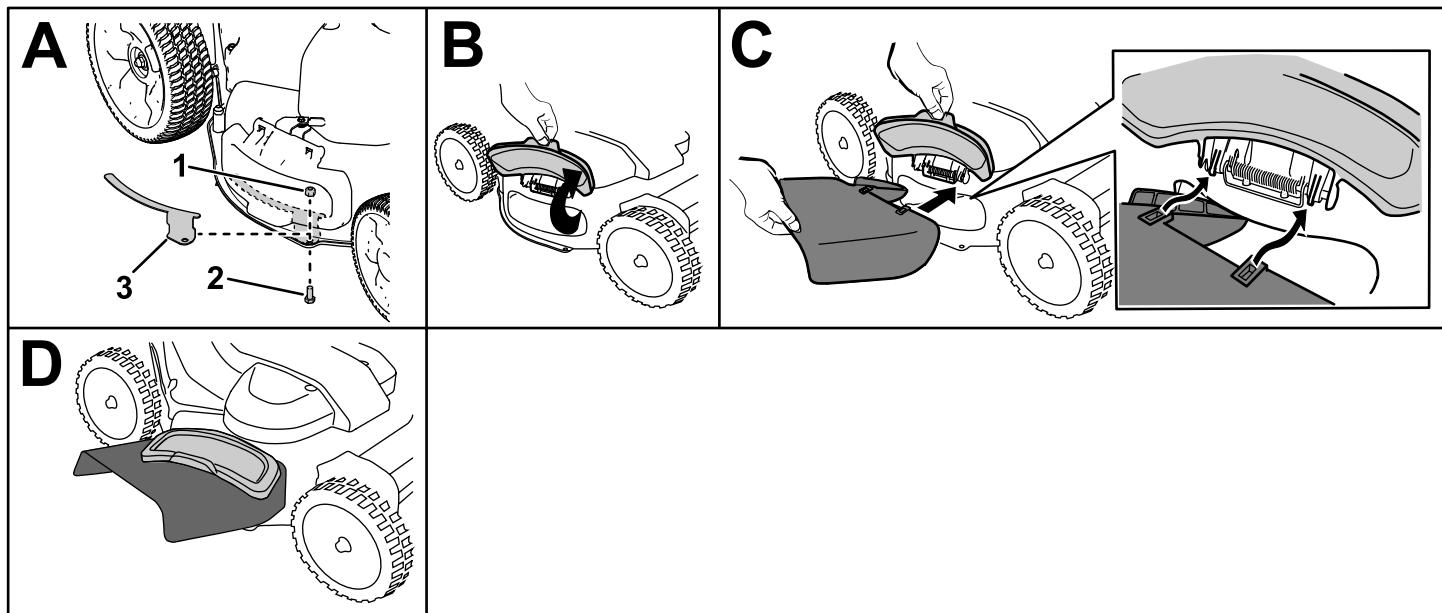

Figure 19
1. Retirez le support et les fixations du déflecteur d'éjection latérale (encadré A de Figure 19).
2. Soulevez et ouvrez le déflecteur d'éjection latérale (encadré B de la Figure 19).
3. Montez la goulotte d'éjection latérale et fermez le déflecteur sur la goulotte (encadrés C et D de la Figure 19).
Important: Montez le support du déflecteur lorsque vous n'utilisez pas la goulotte d'éjection latérale (encadré A de Figure 19).